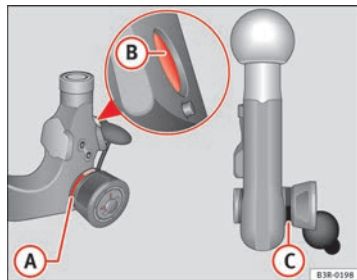

Fig. 165 Dispositivo di traino asportabile Gancio a testa sferica
- Controllare che il contrassegno rosso (A) ⇒ fig. 165 della rotella si trovi in corrispondenza del contrassegno nero sul gancio.
- Controllare che il perno di bloccaggio (B) sia perfettamente inserito nei fori del cono introduttore.
- Controllare inoltre che tra la rotella ed il gancio ci sia uno spazio pari a quello indicato nella figura dalla lettera (C).